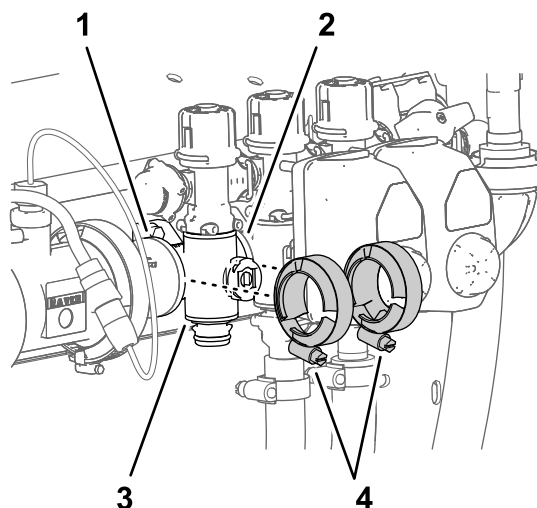

Figure 119
4. Fixez légèrement les colliers bride que vous avez déposés à la section Dépose de la valve de collecteur de section (page 86) sur les brides du collecteur de vanne de section et les brides des autres vannes de section et/ou adaptateur d'accouplement (Figure 119).
7. Serrez les 2 colliers bride à la main (Figure 119).